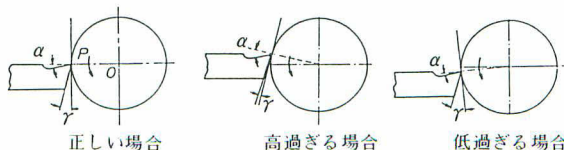

図3-18
- ①誇張図3-18のように、刃の高さによってスキイ角(α)や前逃げ角(γ)が変化してしまつて切れ味が落ちたり切削面が汚くなる。